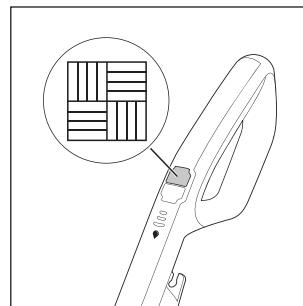

Abb. 13
- ♦ Um das Gerät einzuschalten, drücken Sie den Schalter Hartfußboden ⑭ (siehe Abb. 13). Die LED des Schalters Hartfußboden ⑭ ⑯ leuchtet blau.
- Fahren Sie bei hartnäckigen Verschmutzungen mit dem Gerät mehrmals über die verschmutzten Stellen und halten Sie dabei den Schalter Reinigungslösung ⑯ gedrückt.
- ◆ Drücken Sie zum Ausschalten des Gerätes erneut den Schalter Hartfußboden ⑭ (siehe Abb. 13).